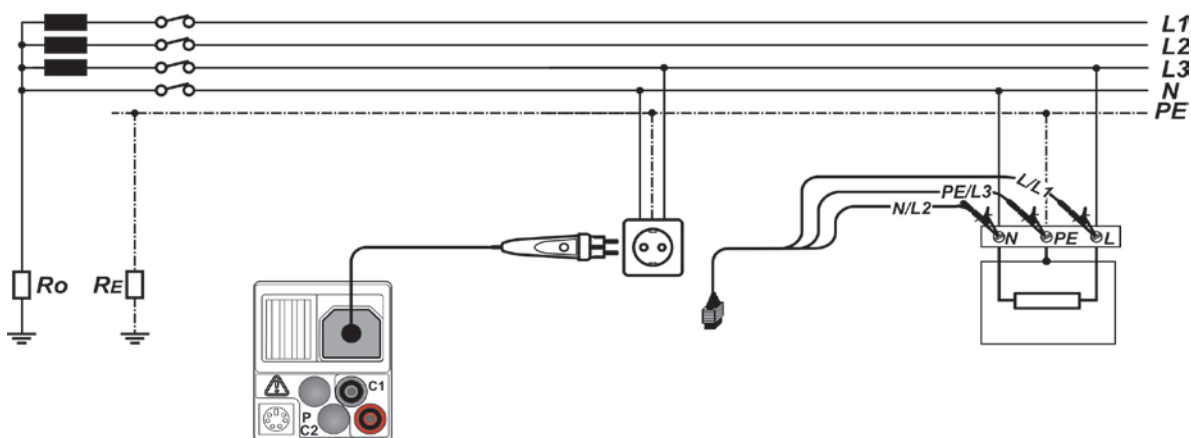

Рисунок 5.27: Подключение итпсельного щупа «plug commander» и 3-х проводного тестового кабеля
- и Рисунок 5.27: Подключение штепсельного щупа «plug commander» и 3-х проводного тестового кабеля